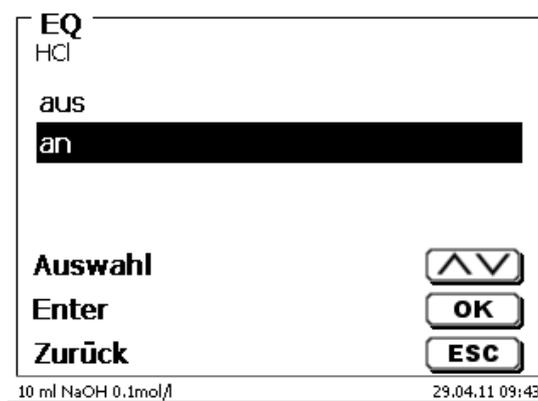

Abb. 137
Die automatische Erkennung des Äquivalenzpunktes (EQ) kann bei einer linearen oder dynamischen Titration ein- und ausgeschaltet werden (Abb. 137).